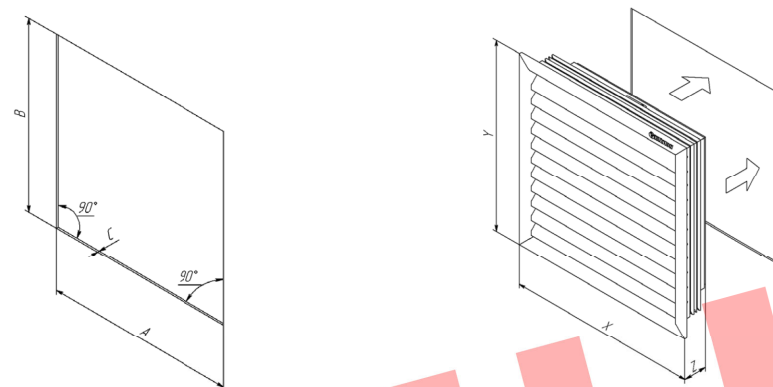

Рис.1 Монтажный вырез и габаритные размеры ФТШ
1. Выполнить монтажный вырез (рис.1), и установить в него ФТШ.